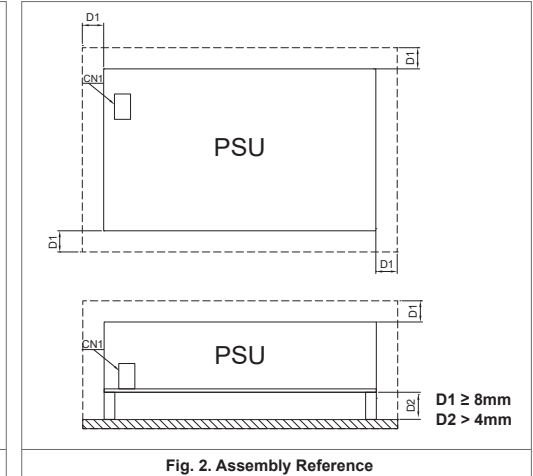

Fig. 2. Assembly Reference
- 出于安全原因，敬请确保安装电源与其他任何部件或设备保留 $\geq 8\text{mm}$ 之安全距离 (D1)。若安全全距离 (D2) $< 8\text{mm}$ 且 $\geq 4\text{mm}$ (参见图2)。请在系统与产品间插入绝缘板。